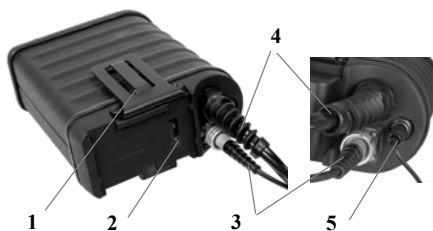

Рис. 3 Блок приемопередатчика.
- 5.1. Изделие состоит из антенной системы с пультом управления и индикации (рис. 2) и блока приемопередатчика (рис. 3).